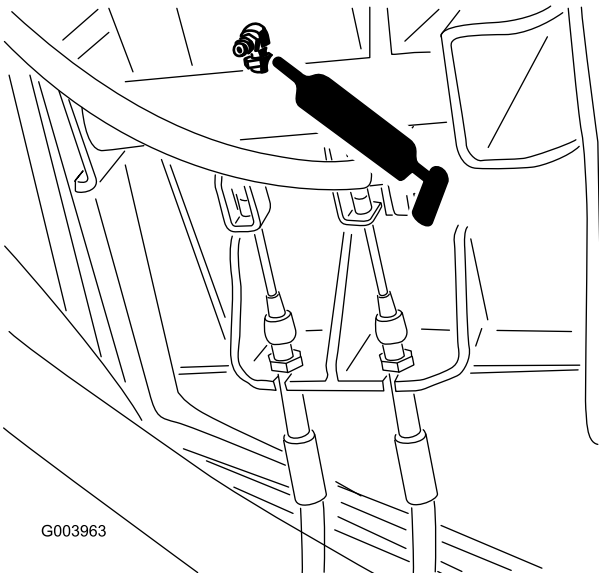

Figura 57
- Pedale del freno (1) (Figura 57)